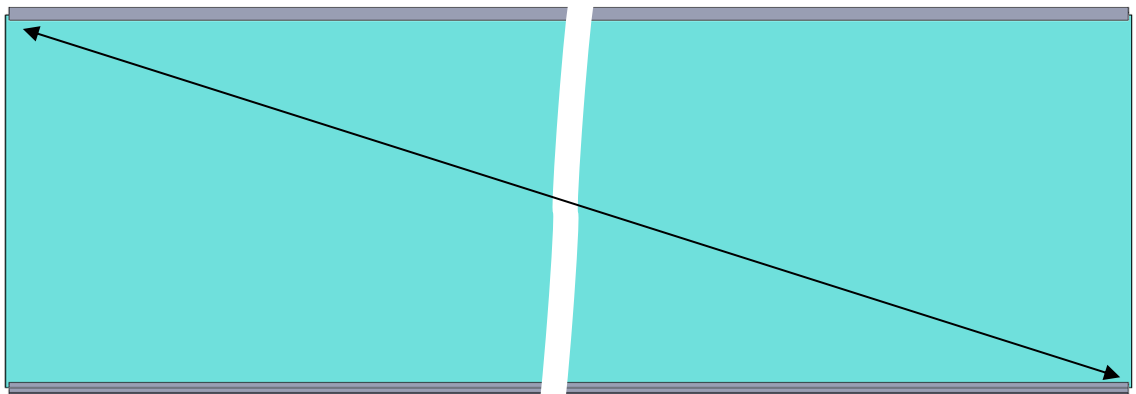

Figura 38
- Comprobar las diagonales entre los perfiles (figura 38 y 39) . Estas deben de ser iguales para garantizar de que el panel está correctamente alineado.